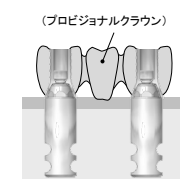

図5-5
- (c) 咬合力が加わらないデザインとなるように注意して模型上でプロビジョナルクラウンを作製する（図 5-5）。